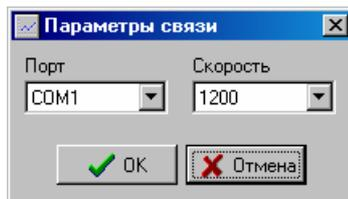

Рисунок 2
- e С помощью меню «Прибор/Параметры связи», открыть окно настройки COM порта (см. Приложение, рисунок 2). Выбрать порт, к которому подключен прибор. Закрыть окно с помощью кнопки ОК.